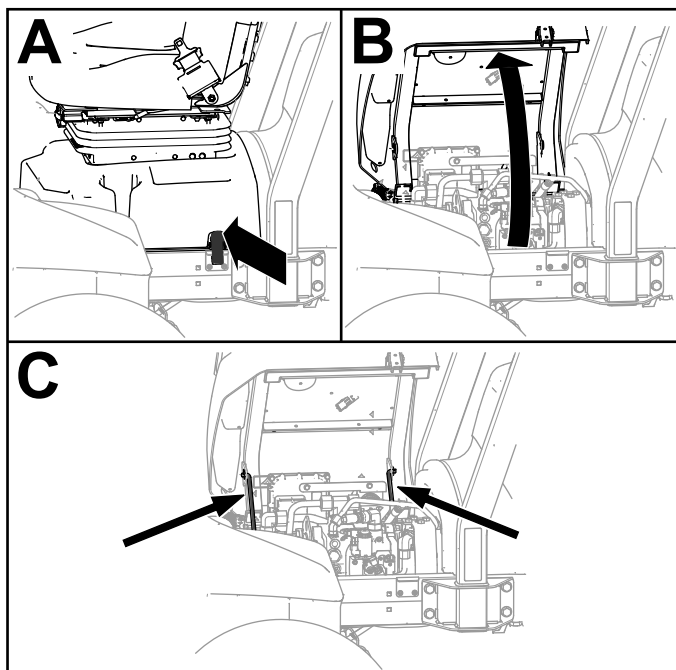

Рисунок 4
1. Разблокируйте основание сиденья (вид А на **Рисунок 4**).
2. Наклоните сиденье и основание в открытое положение (вид В на **Рисунок 4**).
3. Зафиксируйте его опорными стойками (вид С на **Рисунок 4**).